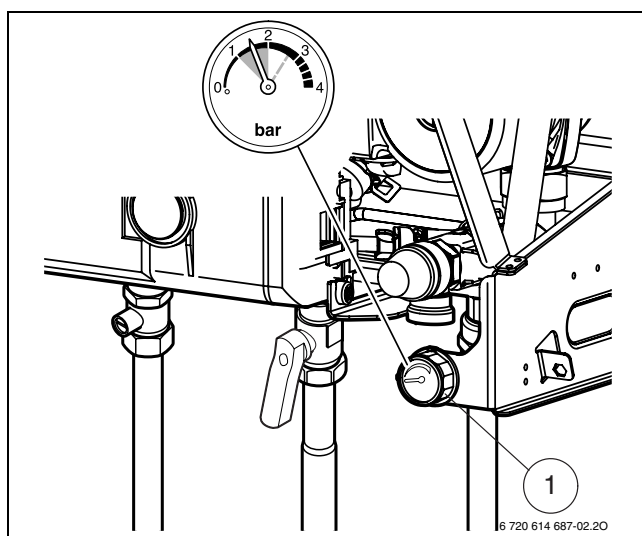

Fig. 5
- Ad impianto freddo la lancetta del manometro deve trovarsi fra 1 e 2 bar (→ fig. 5).